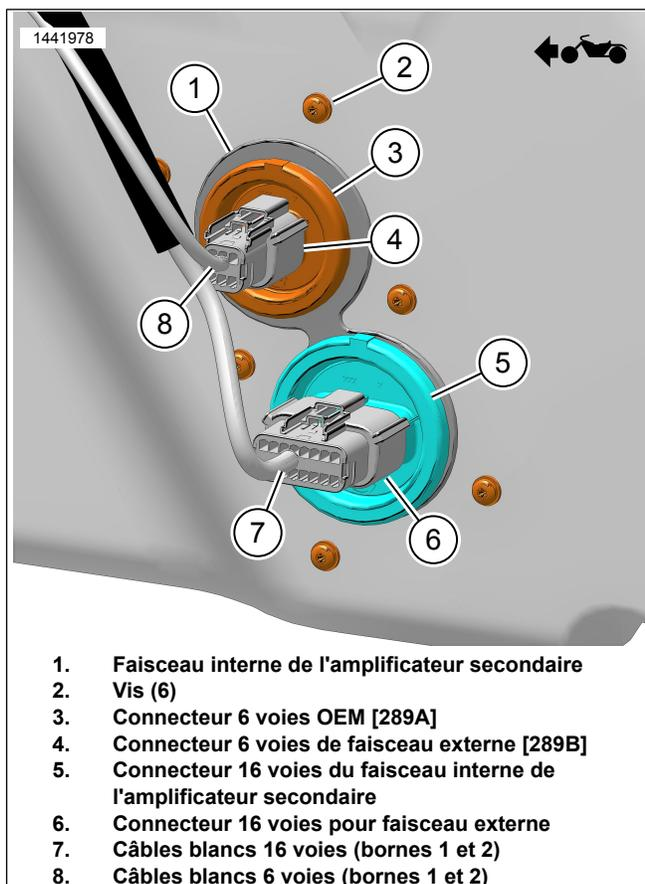

Figure 8. Fils blancs du faisceau externe (à l'extérieur de la sacoche)
1. Voir la figure 8. Utiliser un outil spécial pour retirer les bornes des connecteurs.
- a. Brancher le fil blanc/rose (8) du connecteur OEM 6 voies [289B] (4) à la borne 1 du connecteur 16 voies du faisceau de l'amplificateur secondaire [289B_1] (7).
- b. Brancher le fil blanc/brun (8) du connecteur OEM 6 voies [289B] (4) à la borne 2 du connecteur 16 voies du faisceau de l'amplificateur secondaire [289B_1] (7).
3. Voir la figure 8. Se servir de ruban électrique pour envelopper les extrémités des fils blancs (7) qui se trouvaient dans le connecteur 16 voies (6) ou retirer entièrement les fils du faisceau de l'amplificateur secondaire, y compris le connecteur inutilisé [350B].
4. Fixer les fils blancs non utilisés (7) en fonction des besoins.
En l'absence de haut-parleurs de sacoche, le connecteur 6 voies du faisceau extérieur (4) ne sera pas présent. Voir la figure 8.